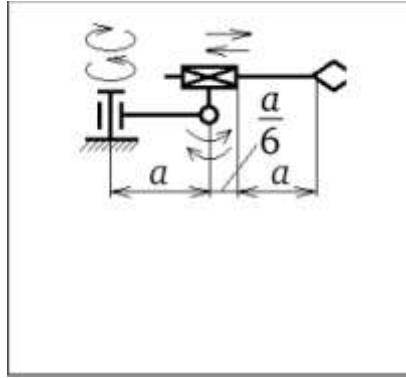

Рисунок 7. Исходные данные к практическому заданию 1.7
1.7. Произвести аналитический расчёт и графическое отображение рабочей зоны робота-манипулятора, основанного на сферической системе координат. Выразить результат вычислений через переменную расстояния «а». Исходные данные рис.7.